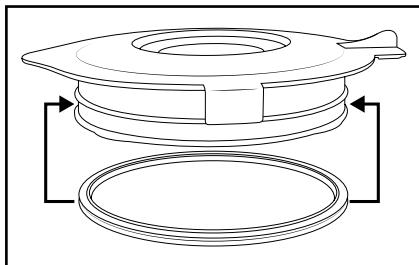

Bild 3
- Diska doseringskoppen **1** och locket **2** i vatten och milt diskmedel. Gummitätningen **9** kan tas av och rengöras för hand. Kontrollera om gummitätningen **9** sitter som den ska innan du sätter på locket **2** igen (bild 3).